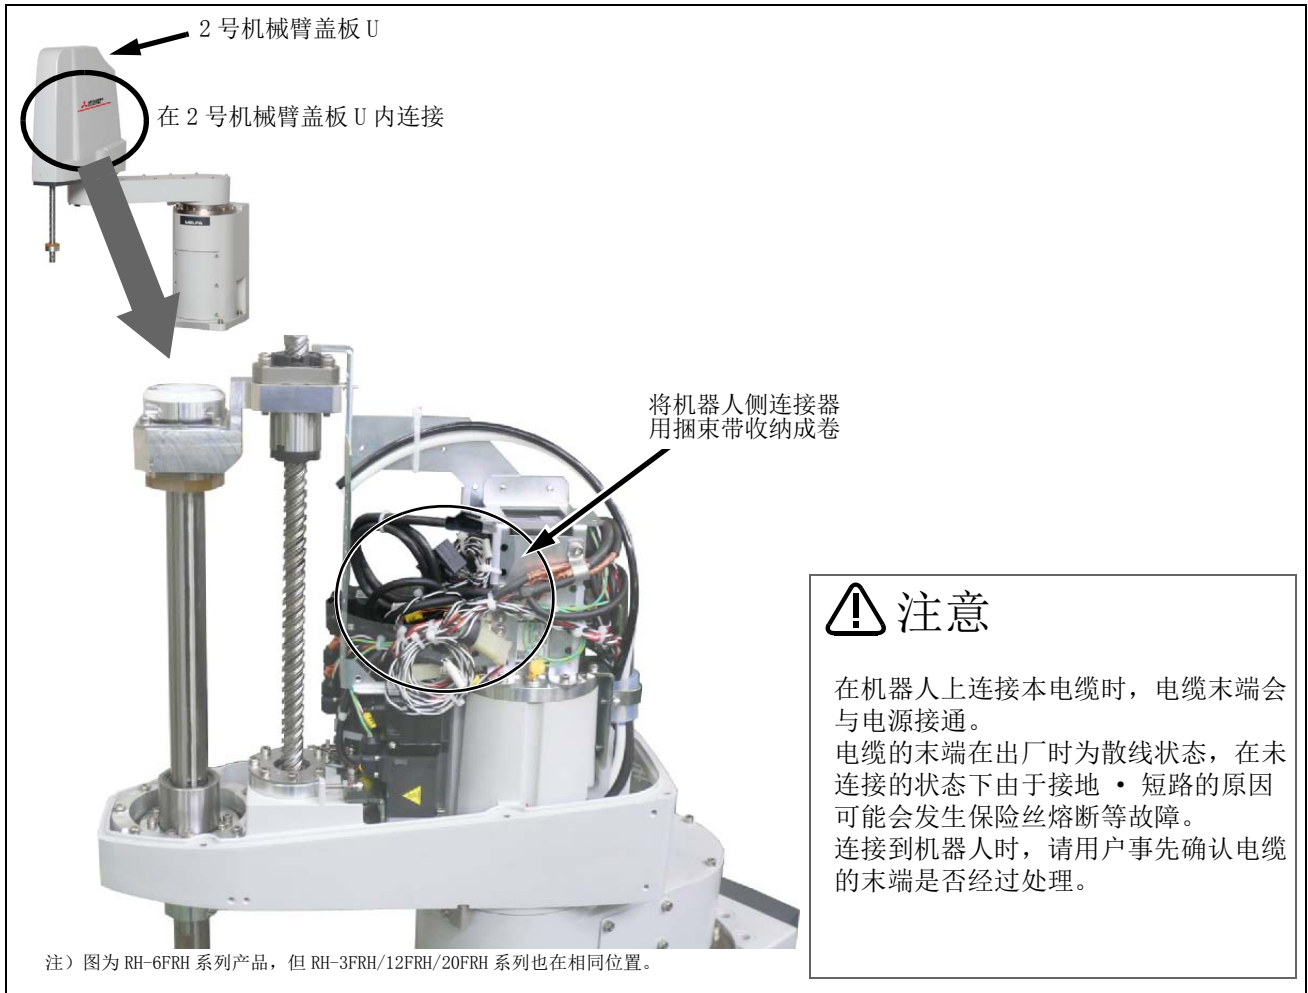

图 3-11：抓手输入电缆的安装（RH-3FRH/6FRH/12FRH/20FRH 系列）
机器人本体侧的抓手输入电缆的收纳位置如图 3-11 所示。
- 2) 机器人本体侧的抓手输入电缆的收纳位置如图 3-11 所示。